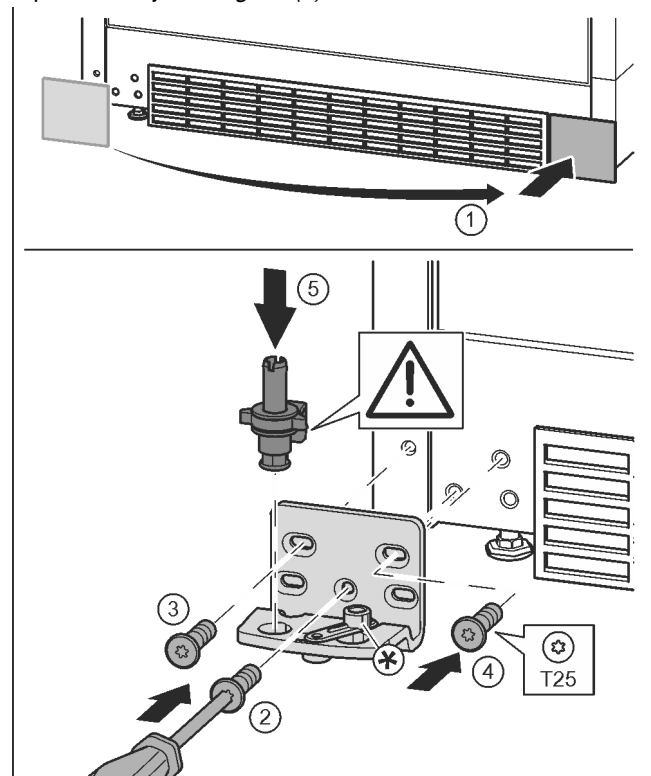

Fig. 17
- ▶ Retire la cubierta y colóquela en el otro lado. Fig. 17 (1)
- ▶ Coloque el soporte de cojinete en el otro lado y atorníllelo con la ayuda de un destornillador T25. Comience por el tornillo 2 en la parte inferior central. Fig. 17 (2)
- ▶ Atornille los tornillos 3 y 4. Fig. 17 (3, 4)
- ▶ Coloque el perno de cojinete completo. Preste atención a que el saliente de retención esté orientado hacia detrás. Fig. 17 (5)